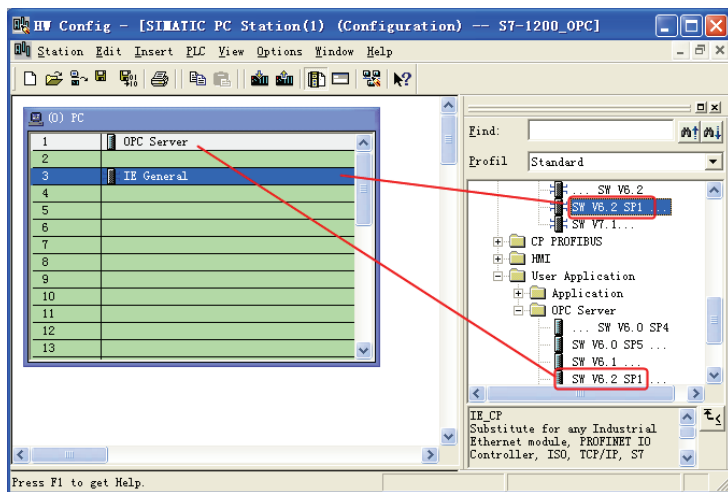

图 10-38 硬件组态
2) 双击 Configuration 即可进入 PC Station 硬件组态界面。在第一个槽中，在“SIMATIC PC Station”→“User Application”→“OPC Server”下，选择版本“SW V6.2 SP1”，添加一个 OPC Server 的应用，如图 10-38 所示。